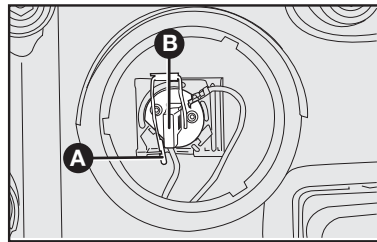

fig. 37
- 2) soltar el conector **B-fig. 37**;
3) apretar hacia abajo el elemento de fijación **A-fig. 37**, abriéndolo lateralmente;
5) posicionar la nueva lámpara en su alojamiento, reenganchar el elemento de fijación **A-fig. 37** y recolocar el conector **B-fig. 37**;